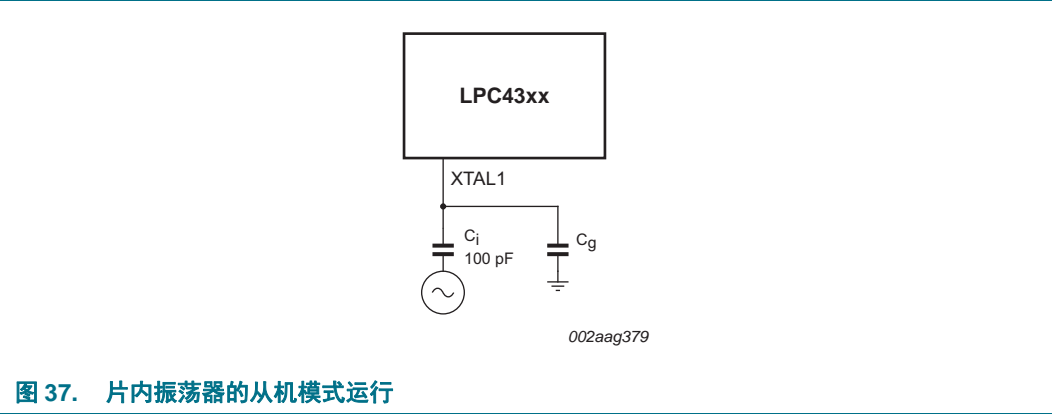

图 37. 片内振荡器的从机模式运行
- 在从机模式下，输入时钟信号应通过 100 pF 的电容（C_C，图 37 中）进行耦合，振幅至少为 200 mV (rms)。在此配置下， XTAL2 引脚可断开。